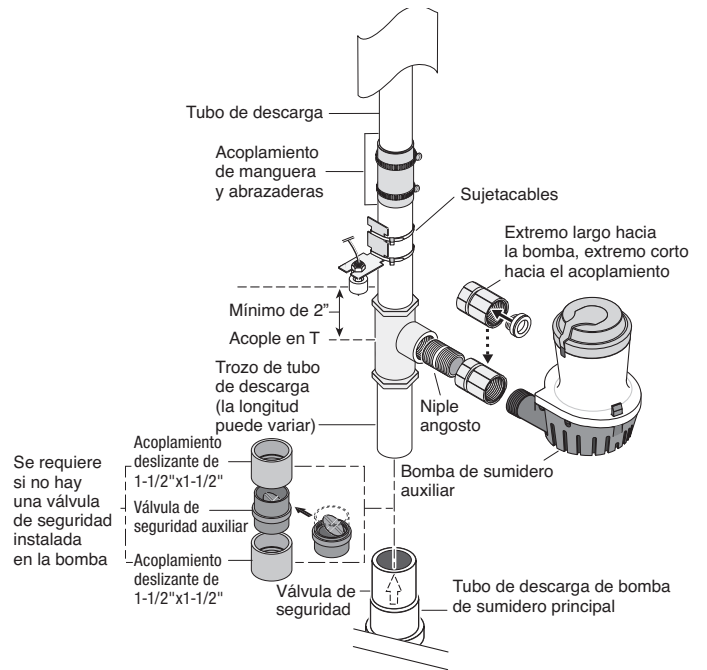

FIGURA 5: INSTALACIÓN DEL MÉTODO B
1. Haga un segundo corte en el tubo de descarga en la marca del lápiz que se hizo en el paso 1 y coloque a un lado la pieza cortada del tubo de descarga. Ver figura 5.
**NOTA:** Debe haber una válvula de retención en la tubería de descarga de la bomba de sumidero principal entre el acople en T y la bomba de sumidero principal. Esto evitará la recirculación hacia la bomba principal cuando la bomba de sumidero auxiliar se active. Ver figura 5.